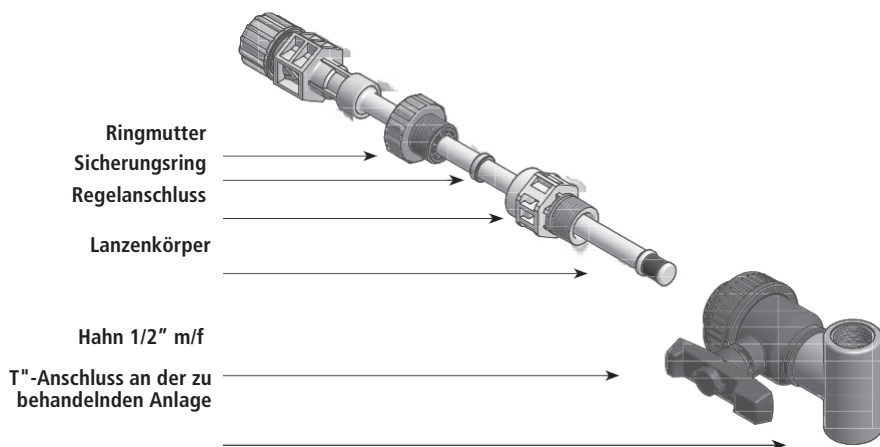

ABB. 1.
- Bereiten Sie die Injektionslanze wie in Abbildung 1 dargestellt vor.